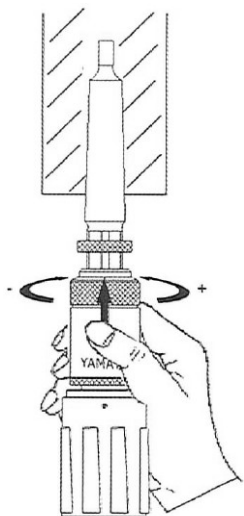

Figura 2c
2. Inserire il rullatore all'interno del particolare da lavorare. Regolare il diametro del rullatore circa alla stessa misura del diametro preparato. (figura 2c) Per fare questo: